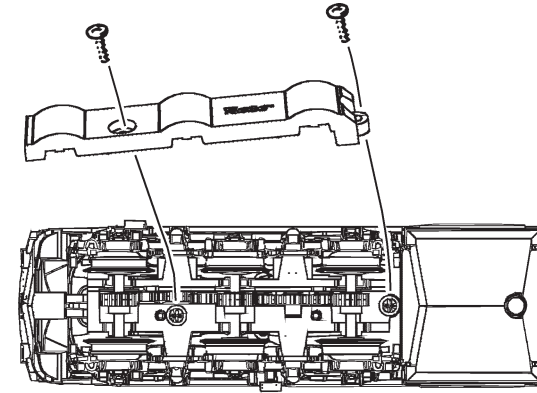

Fig. 3
**Mehrzugbetrieb:** Zuerst Lokgehäuse abnehmen (Fig. 3). Danach den Brückenstecker aus der Schnittstelle entfernen (diesen sorgsam aufbewahren). Danach den Stecker des Steuerbausteins lagerichtig einsetzen (siehe Fig. 5).
**2. Schmierung:** Versehen Sie die im Schmierplan in Fig. 7 gekennzeichneten Stellen mit nur **kleinen Öltropfen**. Dazu zuerst das Lokgehäuse abnehmen (Fig. 3). Wir empfehlen den **ROCO Öler Art.-Nr. 10906**. Fürs Schmieren der Getriebeteile (Zahnräder, Schnecke) empfehlen wir das **ROCO-Spezialfett Art.-Nr. 10905**. Im Falle der Schmierung diese Teile **nicht ölen**.
**4. Kohlebürstenwechsel:** Lokgehäuse abnehmen (Fig. 3). Danach wird der Motor ausgebaut und die Kohlebürsten ausgewechselt (Fig. 9).
**2. Lubrication:** Apply **tiny oil drops** to spots marked in fig. 7. Prior to lubrication dismantle locomotive (fig. 3). We recommend using item no. **10906, ROCO oiler**. For lubrication the gearparts (e.g. cogwheels, worm) we should recommend our ROCO **special grease** (item no. **10905**).
**4. Carbon Brush Changing:** First remove loco body (fig. 3), and then the motor (fig. 9).
**2. Graissage:** N'appliquez **qu'une tout petite goutte** aux endroits indiqués par le plan de graissage (fig. 7) après avoir démonté la caisse de la locomotive (fig. 3). Nous vous recommandons **le graisseur à huile ROCO réf. 10906**. Pour graisser les engrenages (roues dentées, vis sans fin) nous vous conseillons la **graisse spéciale ROCO réf. 10905** pour engrenages en matières synthétiques. Lorsque vous utilisez cette graisse il faut éviter d'huiler ces composants.
**4. Remplacement des balais du moteur:** Démontez la caisse (voir fig. 3). Démontez ensuite le moteur et échangez le balais (fig. 9).
voir } Fig.3
1. siehe see voir } Fig.3